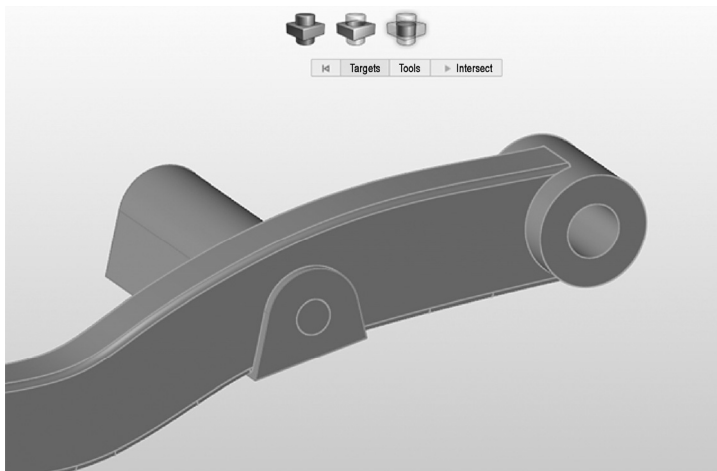

图 6-21
- 3) 在模型视窗中单击制动臂将其选中，如图 6-21 所示。